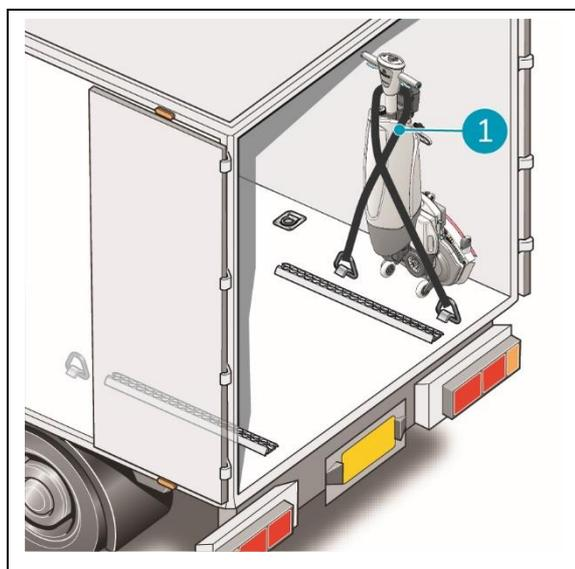

Figura 8
5. Fissare l'i-mop utilizzando una cintura di tensione o un altro sistema di ritenuta adeguato (Figura 8, pos 1).